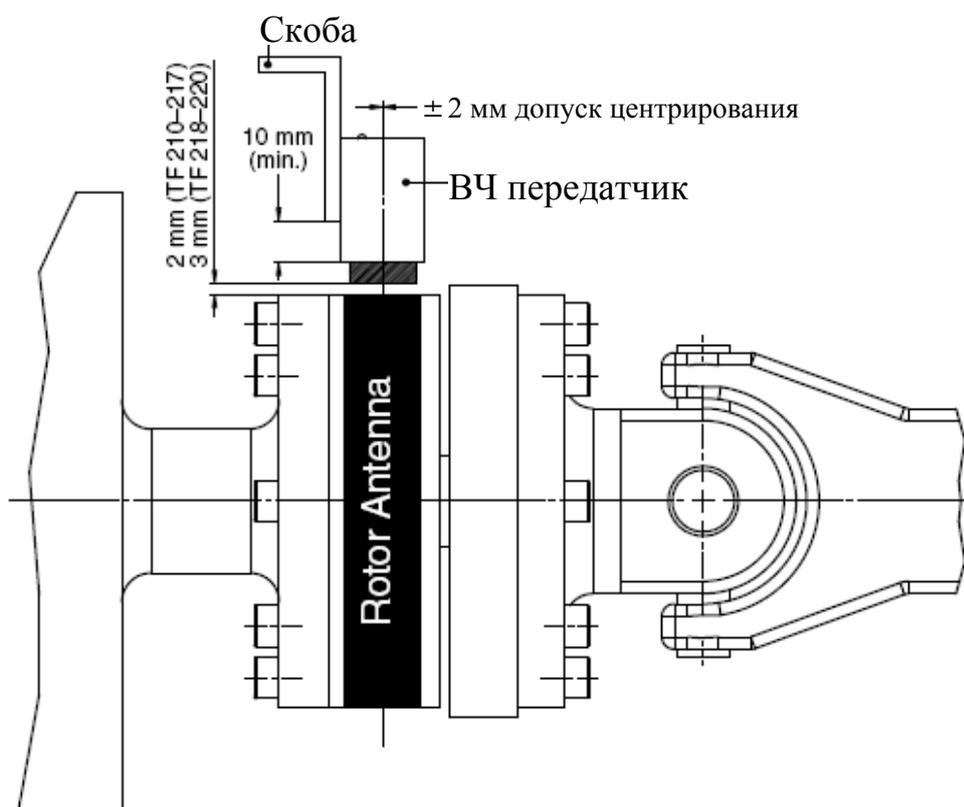

Рисунок 2-16 Установка ВЧ передатчика
- ВЧ передатчик должен быть закреплен на скобе, которая позволит легко производить настройку передатчика по вертикали и горизонтали. Для предотвращения помех передаваемого сигнала скоба должна быть минимум в 10 мм от края датчика (см. рисунок 2-16 Установка ВЧ передатчика). Во избежание чрезмерных вибраций передатчика, а, следовательно, и проблем с электромагнитной связью между передатчиком и антенной скоба должна быть закреплена жестко и устойчиво.